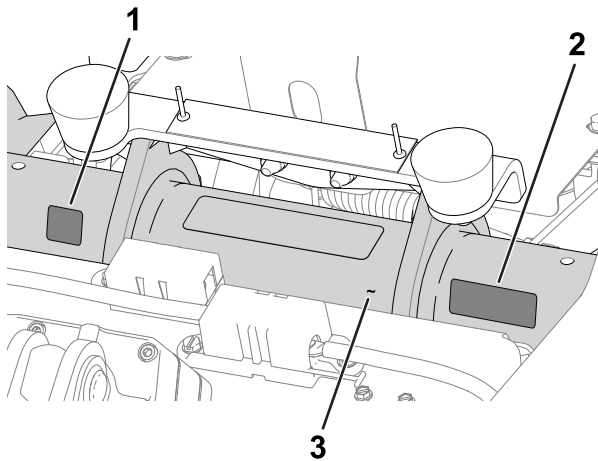

Рисунок 11
- **Наклейка, указывающая год выпуска, и наклейка с маркировкой CE:** прикрепите наклейки на трубу рамы под сиденьем и табличкой с серийным номером; см. Рисунок 11.